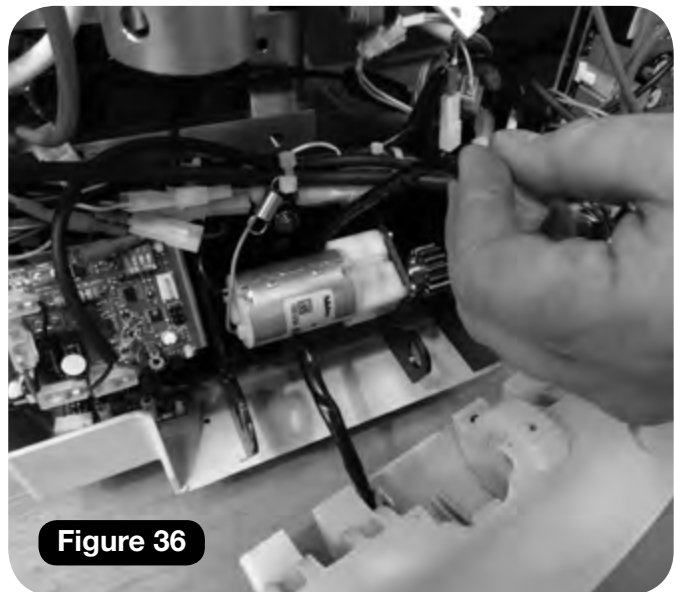

Figure 36
- b Acheminez le faisceau du repose-pieds et le ressort au dos du moteur (**Figure 36**).